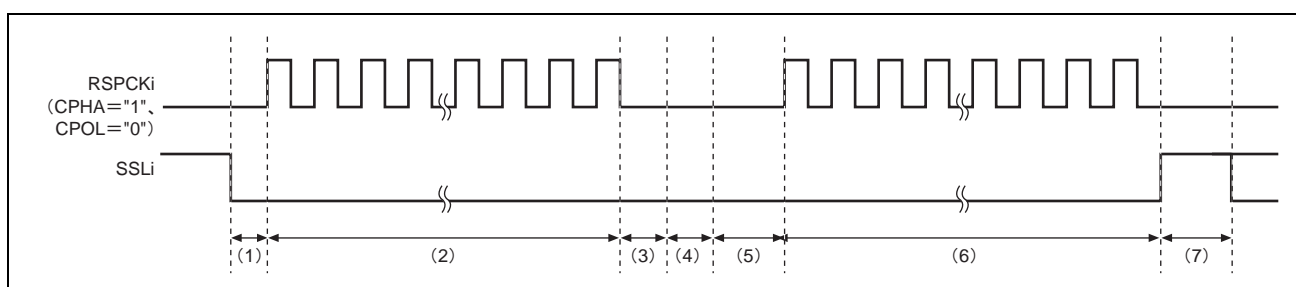

図 24.20 SSLKP ビットを利用したバースト転送動作の例
図 24.20 に、SPiCMD0 レジスタと SPiCMD1 レジスタの設定を使用してバースト転送を実現した場合の SSL_i 信号動作例を示します。図 24.20 に記載した (1) ~ (7) の RSPI_i 動作内容について、以下に説明します。なお、SSL_i 出力信号の極性は、RSPI_i スレーブセレクト極性レジスタ (SPiSSLP) の設定値に依存します。
SSLKP ビットに"1"を設定した SPiCMD レジスタでの SSL_i 信号出力設定と、次転送で使用する SPiCMD レジスタでの SSL_i 信号出力設定が異なる場合、RSPI_i は次転送のコマンドに対応した SSL_i 信号のアサート時(図 24.20 の (5))に SSL_i 信号状態を切り替えます。このような SSL_i 信号の切り替えが発生した場合、MISO_i をドライブするスレーブが競合して信号レベルの衝突が発生する可能性があるので注意してください。